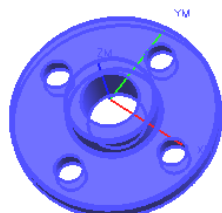

图 6.5.3 毛坯几何体
Step5. 在“工件”对话框中单击 **毛坯几何体** 按钮，系统弹出“毛坯几何体”对话框，在装配导航器中将 ☒ **counterboring01** 调整到隐藏状态，将 ☒ **counterboring02** 调整到显示状态，在图形区中选取 ☒ **counterboring02** 为毛坯几何体，如图 6.5.3 所示，然后单击“毛坯几何体”对话框中的 **确定** 按钮，返回到“工件”对话框。